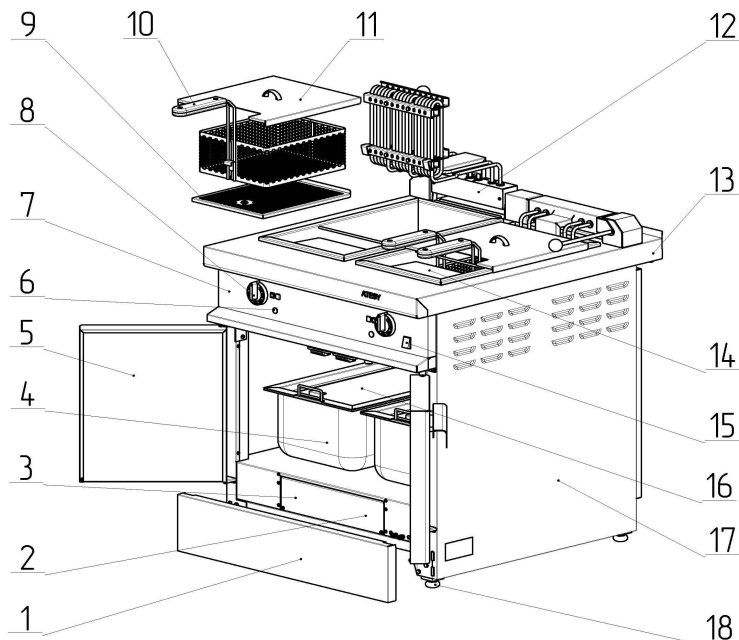

Рис.1
3.1. Общий вид фритюрницы приведен на рис. 1 .
Подключение Электрической фритюрницы кухонной линии «Традиция-2008» производится к пяти контактной колодке, расположенной справа внизу (см. Рис. 1, поз.2), от трехфазной сети с нулевой точкой и с заземлением.